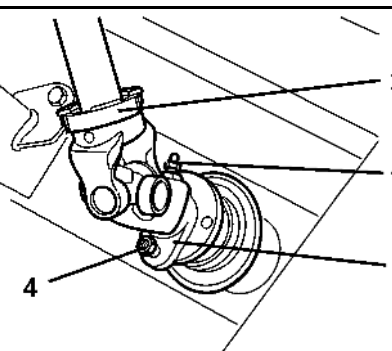

Bild 59
9. Dra på halva skyddet (Bild 59/1).
10. Vrid skyddstratten (Bild 59/2) till det låsta läget.
11. Skruva i stoppskruven (Bild 59/3).